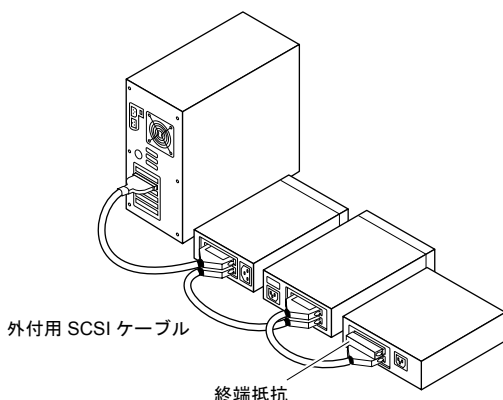

図 2. 外付用 SCSI デバイスのデジーチェーン接続
- 4 他の外付用 SCSI デバイスを接続する場合は、それぞれのデバイスを 1 つ前のデバイスに接続し、すべての外付用 SCSI デバイスを接続するまで、デジーチェーン状に接続を繰り返します（図 2 を参照）。